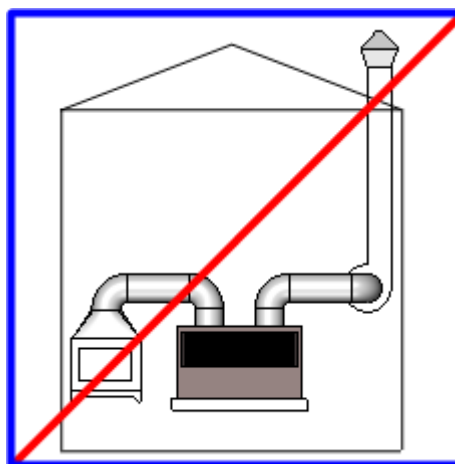

РИС. 8. ЗАПРЕЩЕНО ВКЛЮЧАТЬ ОБОРУДОВАНИЕ ПРИ СНЯТЫХ ЭЛЕМЕНТАХ КОРПУСА
- при снятых элементах корпуса (Рис. 8);